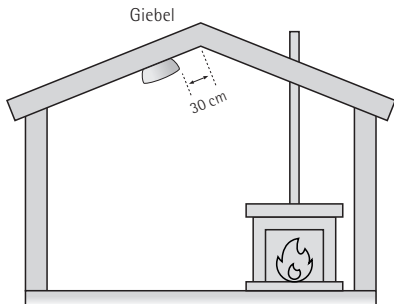

Abb. 2 Montage in Räumen mit schrägen Decken: CO-Warmmelder auf der höheren Seite des Raumes installieren
- In Räumen mit Dachschräge sollte der CO-Warnmelder an der höchsten Stelle installiert werden (siehe Abb. 2).